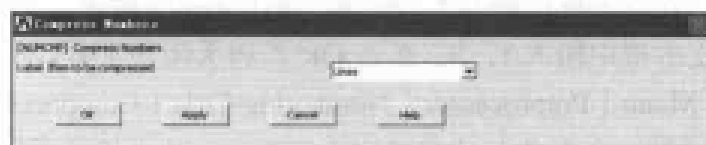

图 13-33 压缩编号对话框
(4) 单击 Apply 按钮, 在 NPT Keypoint number 文本框中输入 101, 在 X,Y,Z Location in active CS 文本框中依次输入 0.15、0.015、0, 单击 OK 按钮关闭该对话框。
(5) 选择 Main Menu | Preprocessor | Modeling | Operate | Booleans | Add | Areas 命令, 出现 Add Areas 菜单, 单击 Pick All 按钮。
(6) 选择 Main Menu | Preprocessor | Numbering Ctrl | Compress Numbers 命令, 出现 Compress Numbers 对话框, 在 Label Item to be compressed 下拉列表框中选择 Lines 选项, 如图 13-33 所示, 单击 OK 按钮关闭该对话框。